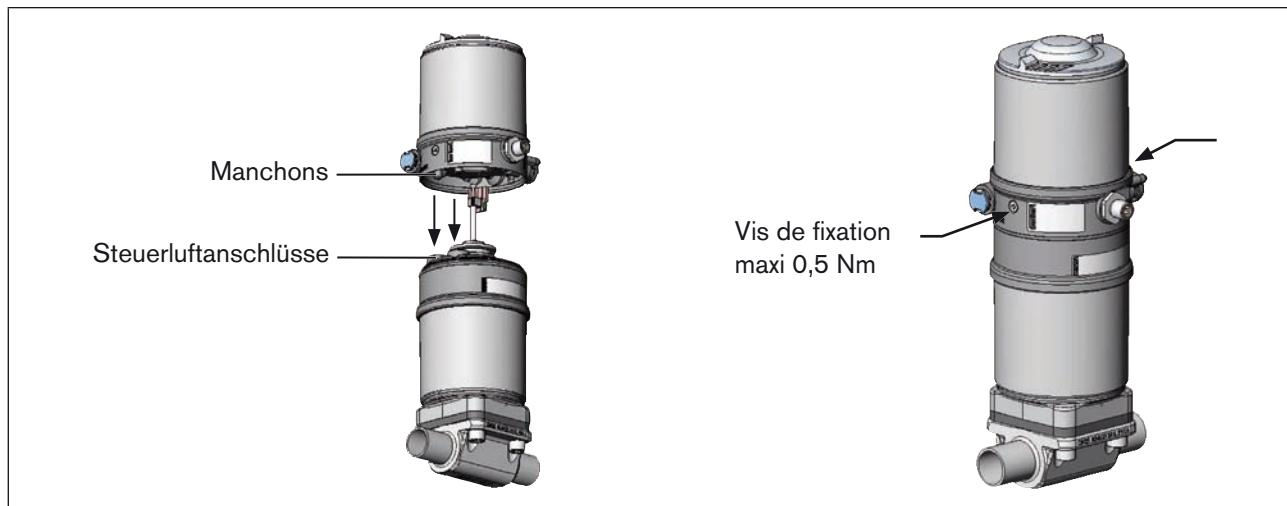

Figure 9 : Montage de la tête de commande
2. que les manchons de la tête de commande entrent dans les raccords d'air de l'actionneur (voir également «Figure 9 : »).